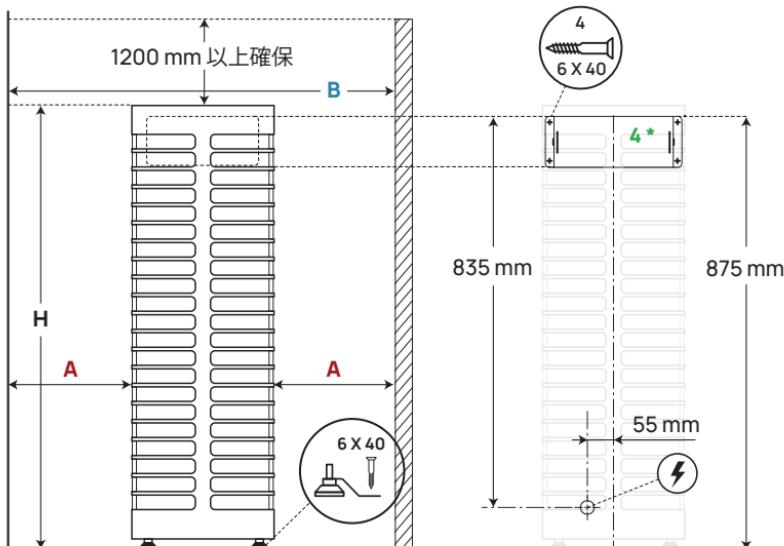

図1 サウナヒーターの設置位置
- サウナヒーターの設置場所には、離隔距離が確保されていますか？サウナヒーター設置の際、サウナ室の天井および壁との離隔距離については、表1、図1をご参照ください。
- HUUM STEEL 6、9、11各モデルは、同梱のプラケットを使って床に固定します。図1にならって、プラケットをサウナヒーターの脚に取り付け、適切なねじで床の構造に固定してください(最低6×40mmのねじを推奨)。
- HUUM STEEL Mini 4 は、同梱の壁掛けプレートを使って壁に固定してください。図1をご参照ください。